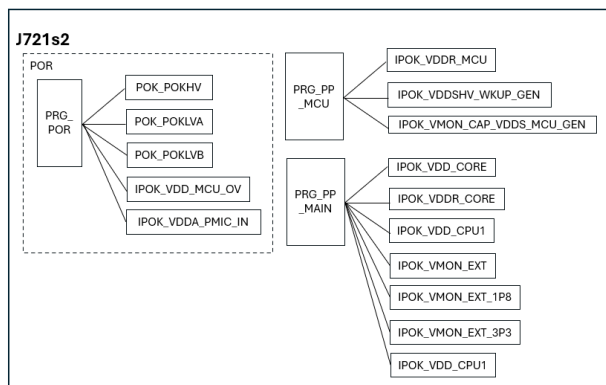

图 4 J721S2 POR/PRG/POK 分布图
b. 从本文图 4 查阅 IPOK_VDD_CORE POK 支持独立采样模式和 ping-pong 模式。本示例使能 ping-pong 模式。